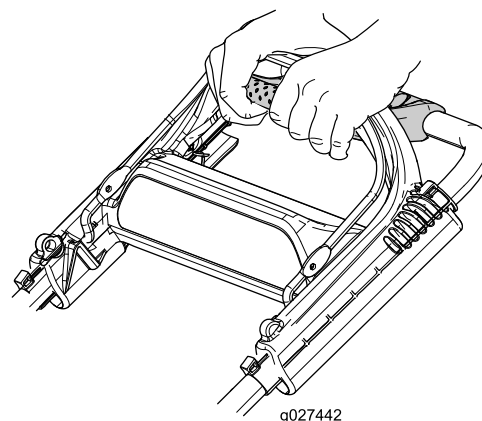

Рисунок 16
1. Вытяните вперед концы пальцев и возьмитесь за углы вспомогательной ручки привода тяги (Рисунок 16).